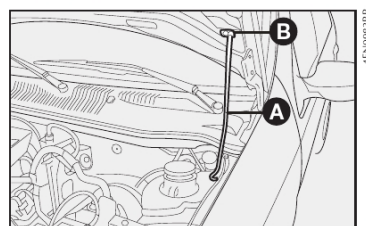

fig. 113
- 4) Introduzir a extremidade da vareta A na abertura B do capô do motor fig. 113.
- 1) Manter levantado o capô com uma mão e, com a outra, tirar a vareta A-fig. 113 da abertura B e repô-la no seu dispositivo de bloqueio;